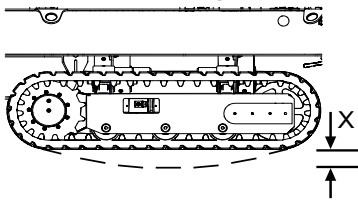

Fig. 166
7. S'assurer que le fléchissement (Fig.166/X) est de 10 à 15 mm.